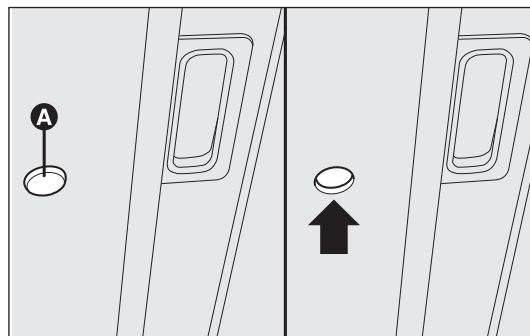

fig. 84
- introdurre nella sede A-fig. 84 la chiave in dotazione e ruotare: